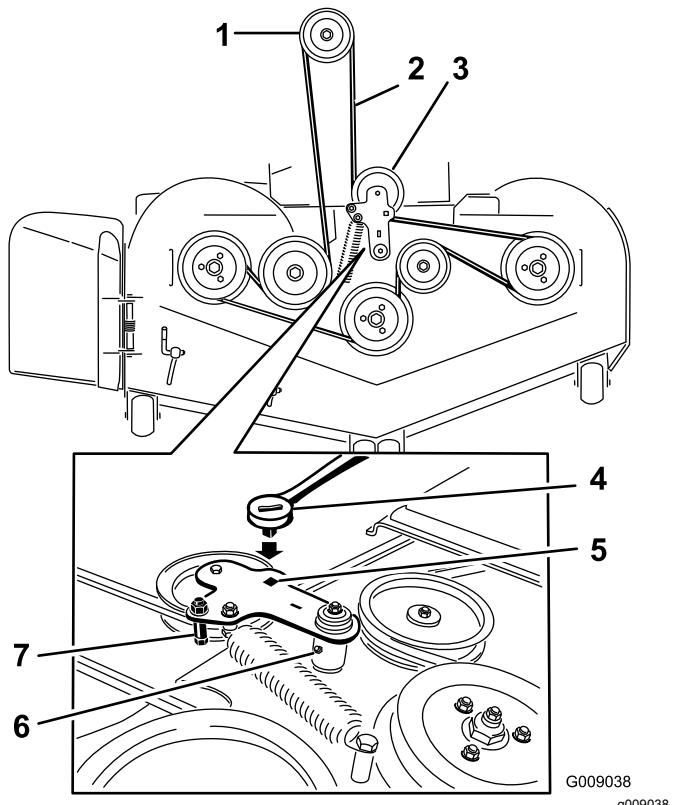

Figure 95
5. Soulevez le bac de plancher et insérez un rochet dans le trou carré de la poulie de tension du tablier (Figure 95).
6. Tournez la poulie de tension dans le sens horaire et déposez la courroie du tablier (Figure 95).